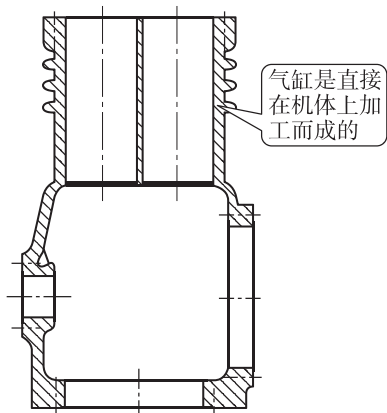

图 1-1-10 立式两缸无缸套机体结构
2. 机体的结构形式很多，有的带气缸套，有的气缸是直接在机体上加工而成的，如图 1-1-10 所示。